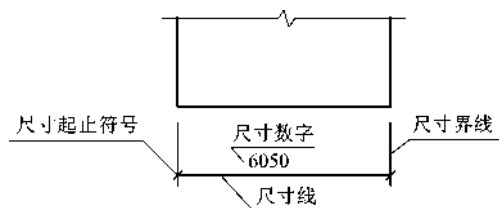

图 1-93 尺寸的组成
(1) 一个完整的尺寸, 包括尺寸界线、尺寸线、尺寸起止符号和尺寸数字, 如图 1-93 所示。
(2) 尺寸界线应用细实线绘制, 一般应与被注长度垂直, 其一端离开图样轮廓线不应小